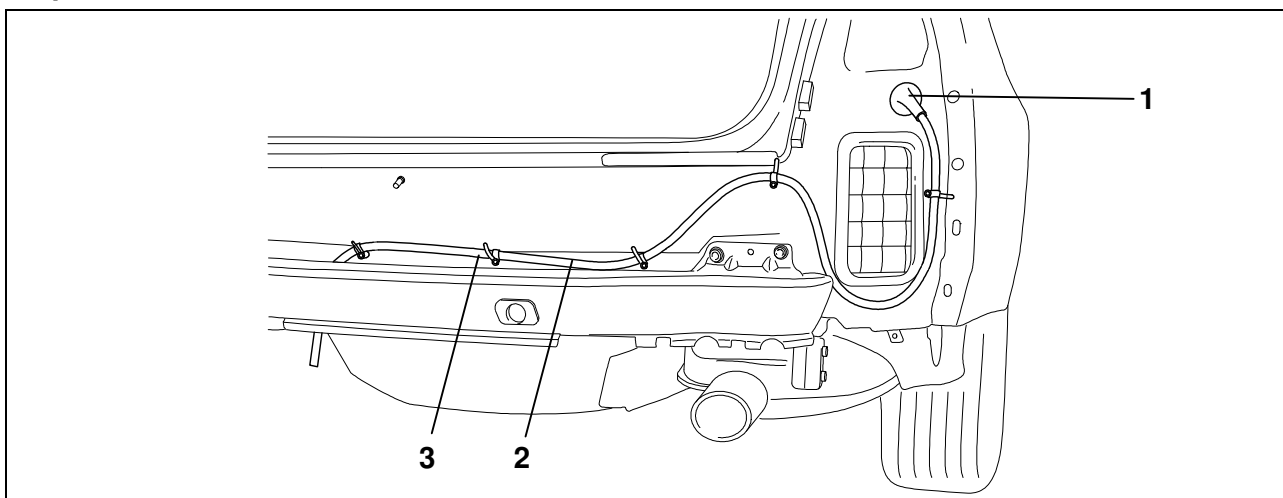

Fig. 3 : Disposer le conducteur de fils
- Retirer le faux cache fourni du passe-câble (Fig. 3/1).
- Faire passer le conducteur de fils (Fig. 3/2) de la tôle de retenue de la prise jusqu'au coffre à bagages en passant par le passe-câble côté véhicule (Fig. 3/1).
- Insérer le passe-fil en caoutchouc dans le passage du câble (Fig. 3/1).
- Fixer le conducteur de fils (Fig. 3/2) avec les attaches-câbles fournis (Fig. 3/3).